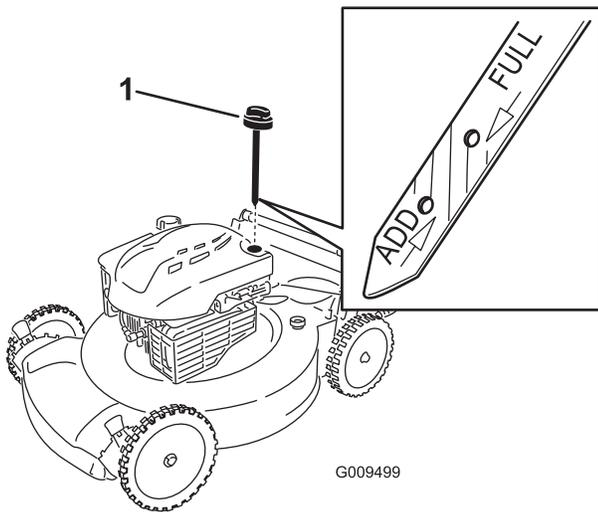

Figure 23
- Retirez la jauge (Figure 23).
- Observez le niveau d'huile indiqué par la jauge (Figure 23).